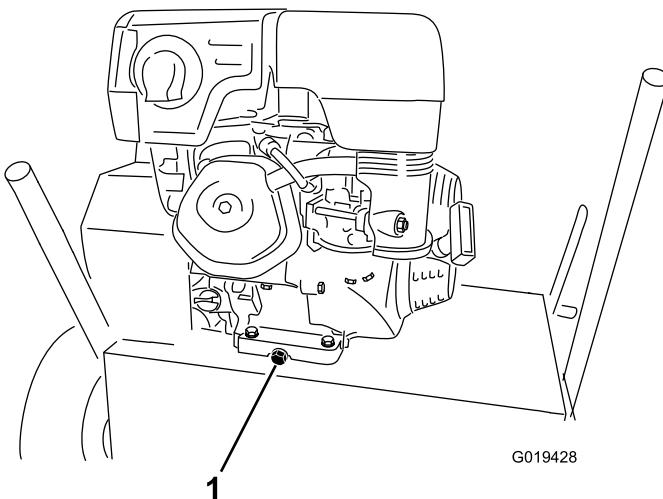

Figure 15
4. Enlevez le bouchon de vidange (Figure 15).